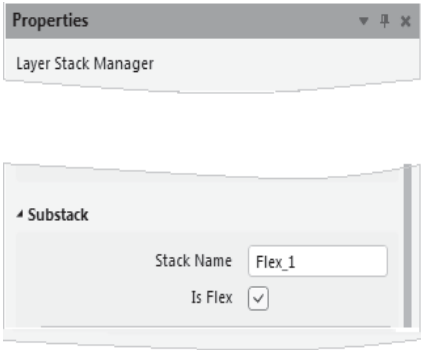

Рис. 7.41. Переименование гибкого фрагмента
- в секции **Substack** панели **Properties** (рис. 7.41) переименовать новую структуру, занеся имя **Flex\_1** в поле **Stack Name**;